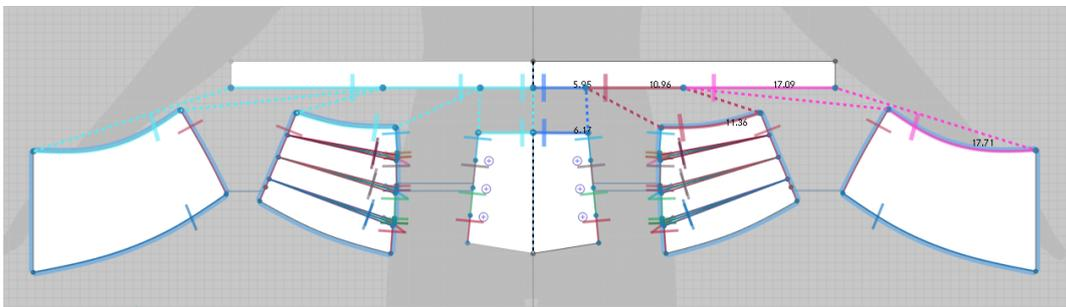

图 5-1-15 腰头部位 1: N 缝合
(3) 选择 2D 视窗工具栏中“ (自由缝纫)”工具，左键单击后育克分割线起点，沿育克分割线向右移动至终点再次单击选中育克分割线。
(4) 按住“Shift”键，从后裙片育克分割线与侧缝交点点击，沿育克分割线向右移动至第一个褶左端点再次单击，跳过第一个褶，然后从第一个褶右端点单击，沿育克分割线向右移动至第二个褶左端点再次单击；依此类推直至后裙片育克分割线与后中交点单击，松开“Shift”键，完成后育克与后裙片的缝合。
(5) 选择 2D 视窗工具栏中“ (自由缝纫)”工具，左键单击腰头前中点，沿腰线向右移动至后中点再次单击选中右侧腰线。
(6) 按住“Shift”键，从前育克中片前中点单击，沿腰线向右依次单击前育克中片侧点、前育克侧片两个端点以及后育克两个端点，松开“Shift”键，完成腰头与前后育克的缝合，如图 5-1-15 所示。